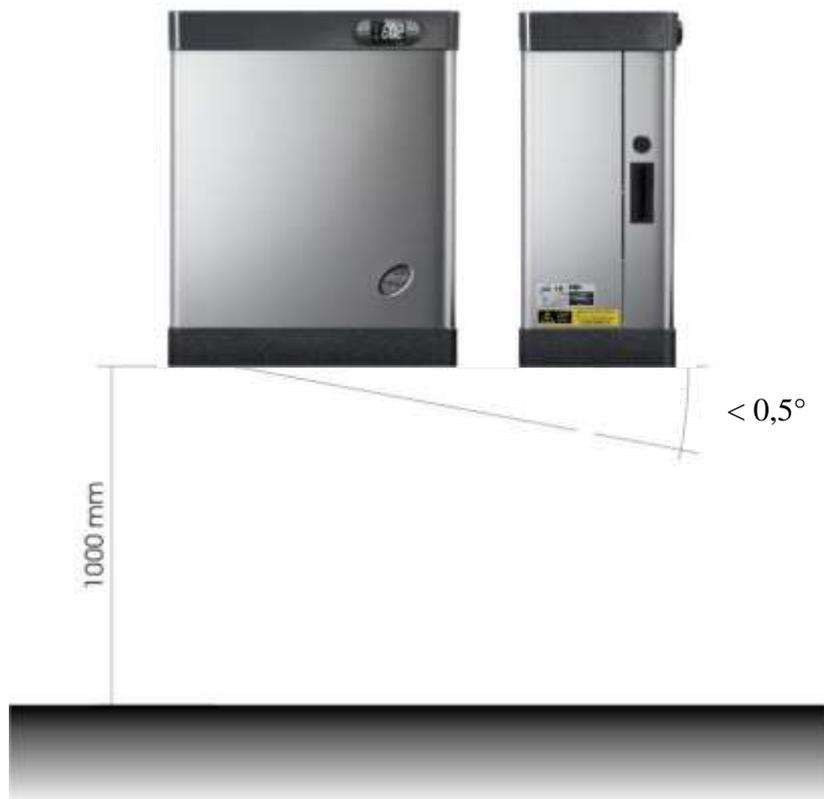
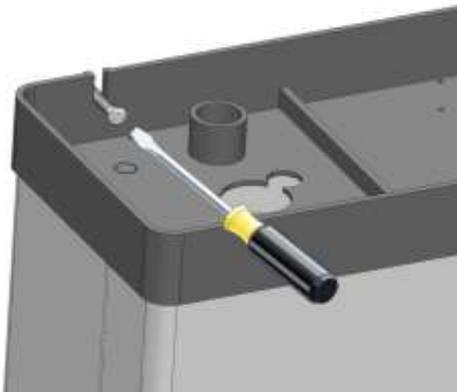

Fig. 1
Fig. 2
2. Fixez l'humidificateur au mur peut-être à 1 mètre du sol et au niveau (fig.1) en utilisant les quatre fentes à l'arrière pour l'insertion des vis de fixation (fig 2. et 3).